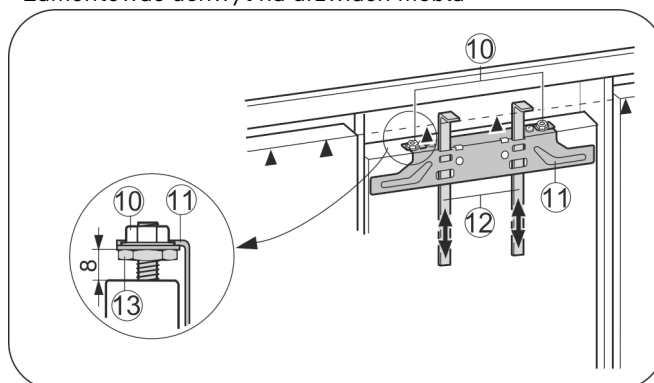

Fig. 25
- ▶ Dosunąć pomoce montażowe Fig. 25 (12) do wysokości drzwi meblowych. Dolna krawędź oporowa ▲pomoce montażowej = górna krawędź montowanych drzwi meblowych.
- ▶ Odkręcić poziomą listwę mocującą Fig. 25 (11), odkręcając nakrętki zabezpieczające Fig. 25 (10).